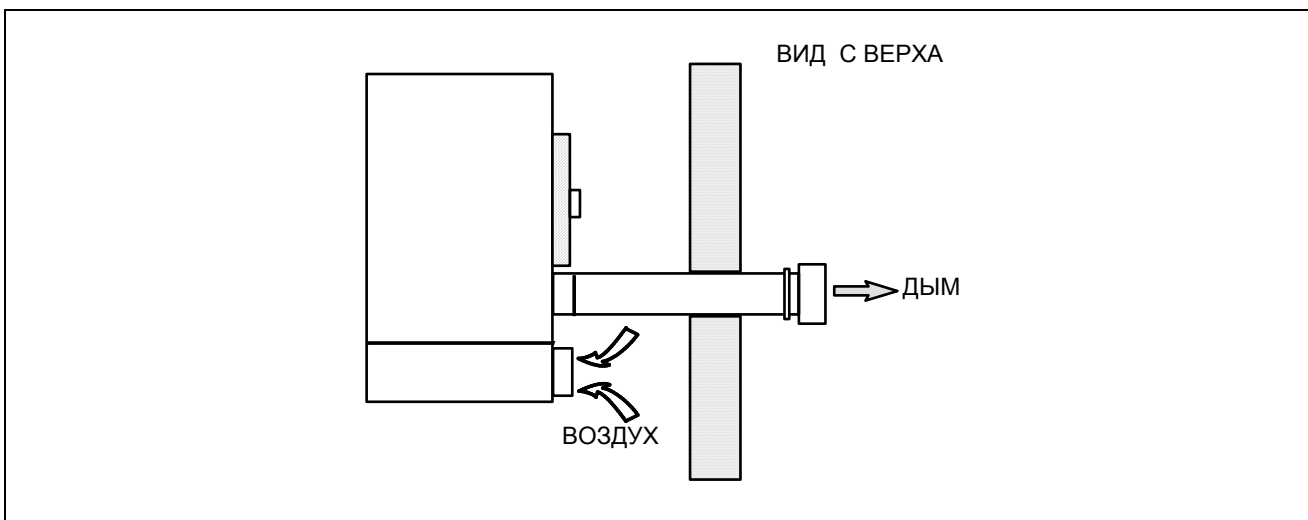

РИС. 7 – ТИП УСТАНОВКИ В22
- **тип установки В22** : дымоход выходит из комнаты в которой устройство установлено; воздух необходимый для горения непосредственно взят из комнаты (смотри РИС. 7). При этой установке система не герметична и по этой причине эта установка может ТОЛЬКО быть сделана в хорошо проветриваемом помещении.